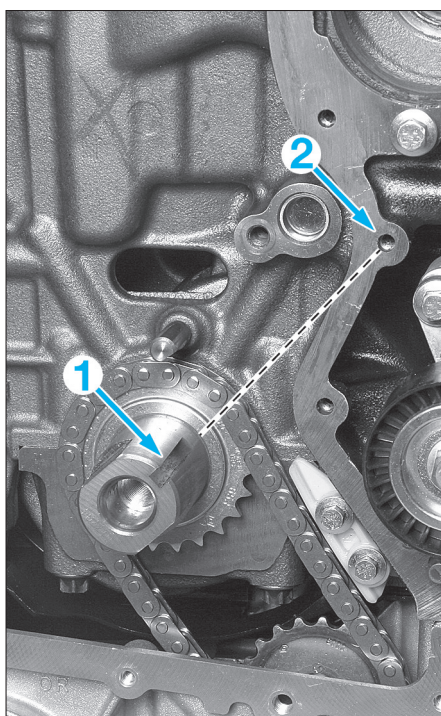

FIG. 63
- Tourner le vilebrequin dans le sens horaire afin d'amener la rainure (1) du vilebrequin en face du trou (2) du bloc-cylindres (fig. 63).